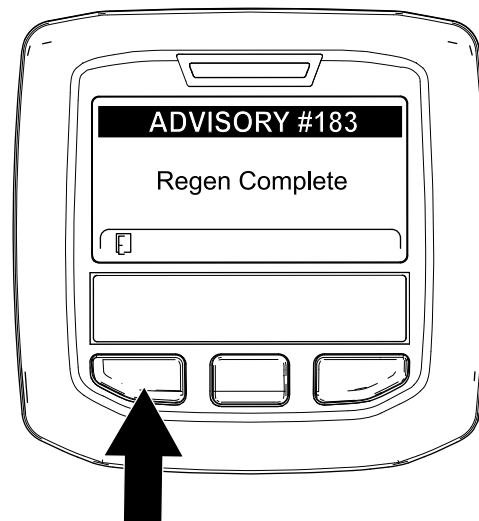

Figura 68
9. Quando o computador do motor conclui uma regeneração em estacionamento ou de recuperação, o InfoCenter apresenta o Aviso N.º 183 (Figura 68). Prima o botão esquerdo para sair para o ecrã inicial.
Nota: Se a regeneração não for concluída, o InfoCenter apresenta o Aviso n.º 184 (Figura 68). Prima o botão esquerdo para sair para o ecrã inicial.